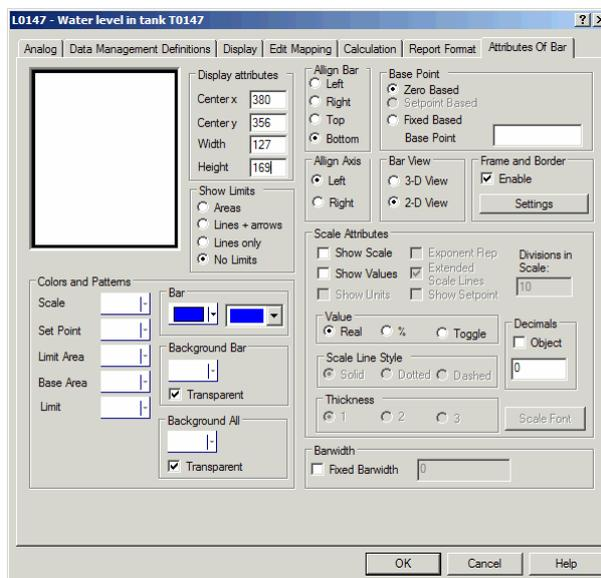

Рис. 3.42. На закладке **Attributes of Bar** Вы определяете слой прямоугольника.
6. Выберите закладку **Attributes of Bar**. Когда вы что-то выбираете, прямоугольный просмотр слева меняется соответственно. Прделайте подборы, как показано на рис. 3.42.